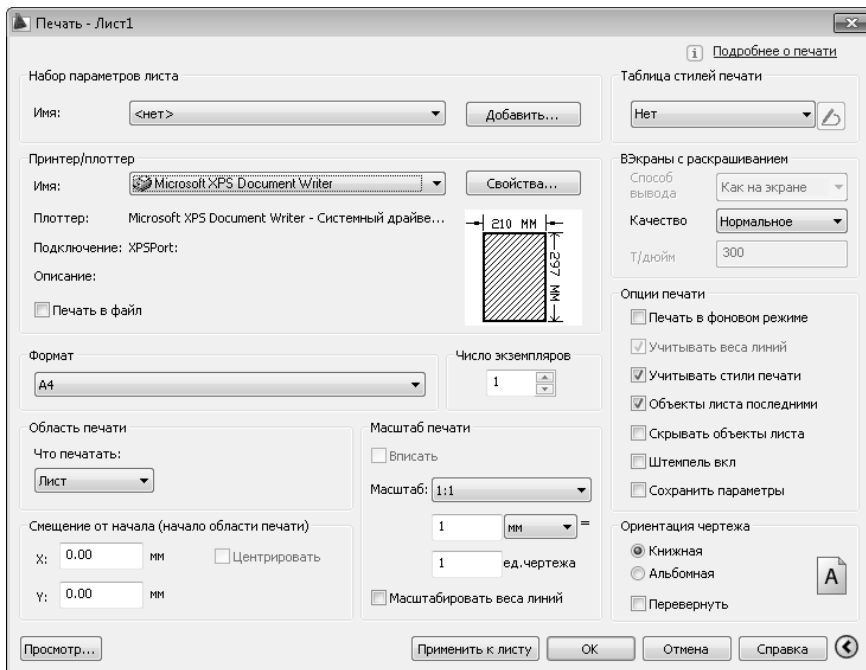

Рис.34 Окно печать, с помощью которого осуществляется печать чертежа
3. Вызвать команду Печать из меню Файл, либо ввести командную строку Plot или Print. На экране появится окно Печать (рис.34).